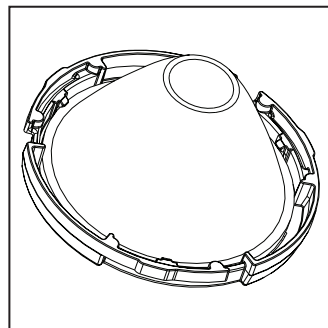

Figura 16
**Paso 3.** Quite el óptico del sujetador negro para ópticos. Presione el óptico nuevo en el sujetador negro del óptico (Figura 16).